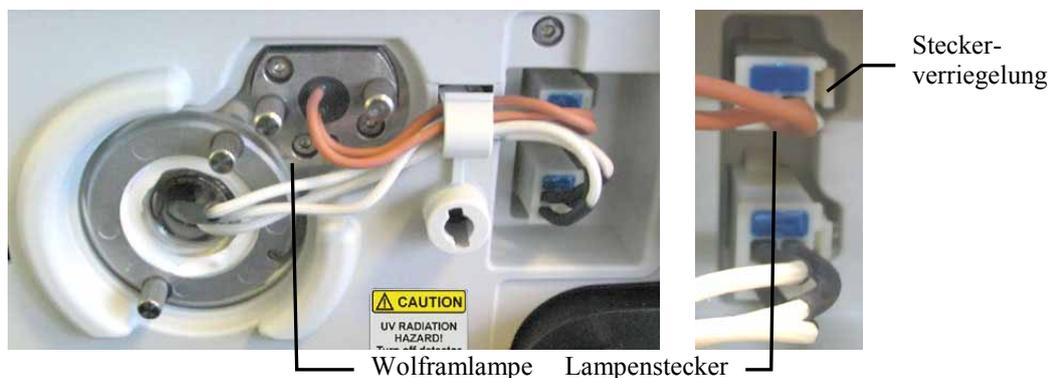

Abb. 32: Lampenstecker Wolframlampe
6. Stecken Sie den Lampenstecker ein (→ Abb. 32).